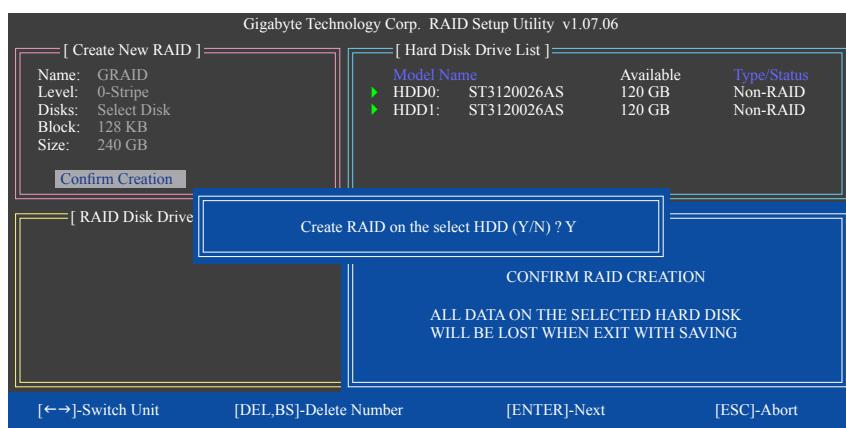

図 7
6. **Confirm Creation:** 上の項目をすべて構成すると、選択バーは Confirm Creation 項目に自動的にジャンプします。<Enter> を押します。選択を確認するように求めるメッセージが表示されたら(図 7)、<Y> を押して確認するか <N> を押して中断します。